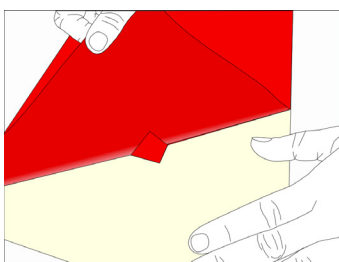
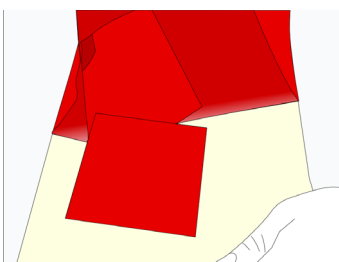

Abbildung 02
Abbildung 03
- › das ausgeschnittene Rechteck gut auf dem Abdeckpapier kleben bleibt. (Abb. 02) (Abb. 03)